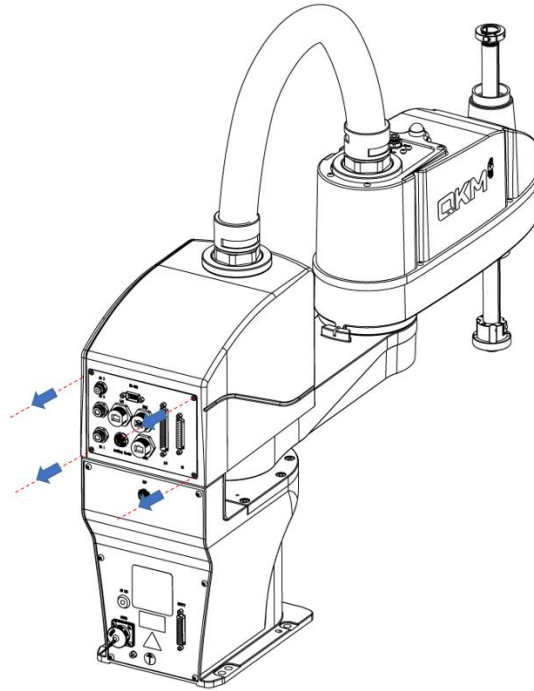

图 4-9 上控制柜接口面板拆卸示意图
**步骤1** 使用 3 号扳手拆卸机器人上控制柜接口面板上的紧固螺钉，如图 4-9 所示。